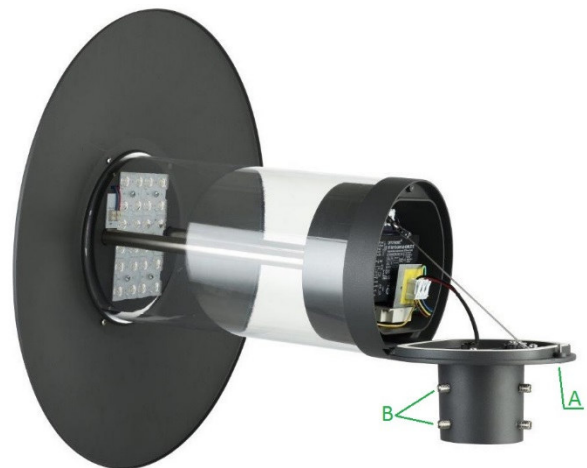
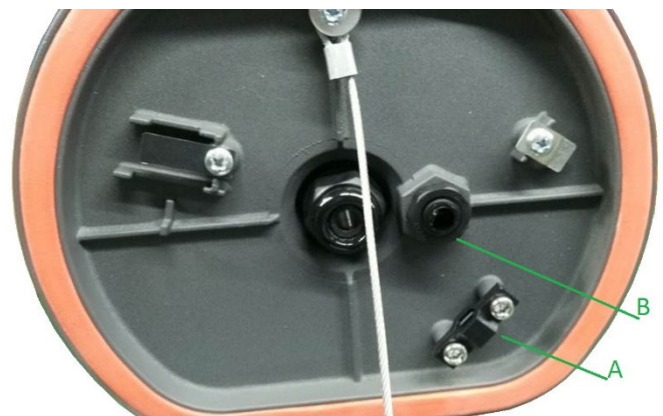

Abb. 3: FOKUS mit geöffnetem Anschlussraum
Abb. 4: Komponenten im Sockel
Die abalight LED Außenleuchte FOKUS verfügt über ein Gehäuse aus Aluminiumdruckguss mit passivem Wärmemanagement, das für ein ausreichendes Thermomanagement sorgt. Das Aluminiumgehäuse hat die Schutzart IP 66. Die Leuchte ist gegen Überspannung bis 10 kV bei 10 kA und Übertemperatur geschützt. Der Bereich für die Umgebungstemperatur beträgt -35 bis +50° C. Der Treiber ist vorgesehen für den Betrieb an 220-230 V bei 50/60 Hz. Gehäusefarbe: dunkelgrau. Mit integriertem Druckausgleichselement zur sicheren Vermeidung von Kondenswasser auch bei hoher Luftfeuchtigkeit (Abb. 4, B). Der schwenkbare Leuchtenkopf (Abb. 3) erleichtert die Installation. Über eine zweite Steuerphase kann die Leuchte in den leistungsreduzierten Betrieb geschaltet werden.
1. Das Kopfstück durch Lösen der Schraube (Abb. 3, A) vom Sockel lösen und aufklappen. Bei FOKUS-H: vorher den Reflektor montieren.
2. Die Anschlussleitung durch die Verschraubung im Sockel führen und die Leuchte am Mast montieren. Alle Madenschrauben (Abb. 3, B) festziehen.
6. Das Kopfstück zuklappen und mit der Schraube (Abb. 3, A) verriegeln.